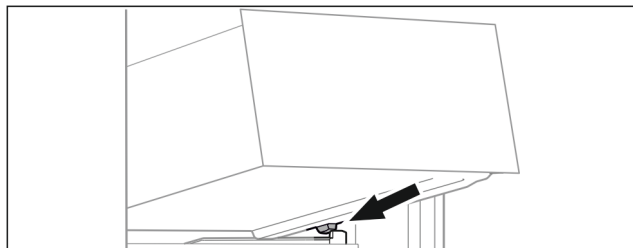

Fig. 97
- Schubfach schräg hinter den Stoppern auf Behälterrippe aufsetzen. (siehe Fig. 97)